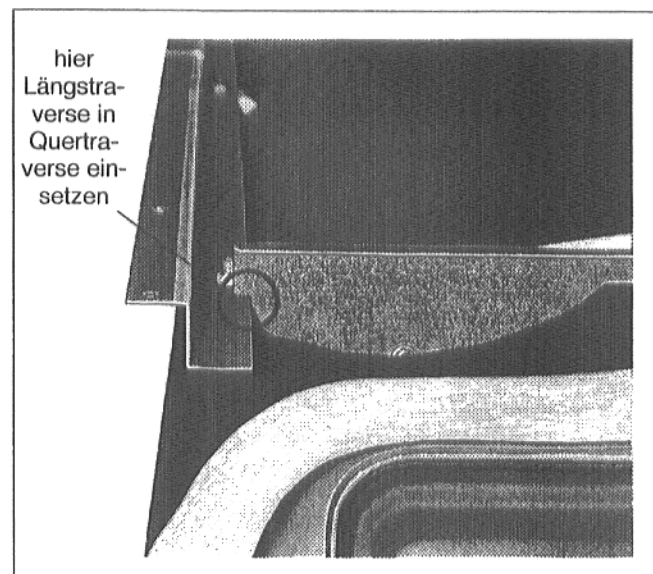

Abb. 40
- Der senkrechte Schlitz in den Längstraversen muß in die vordere Quertraverse eingesetzt werden (Abb. 40).